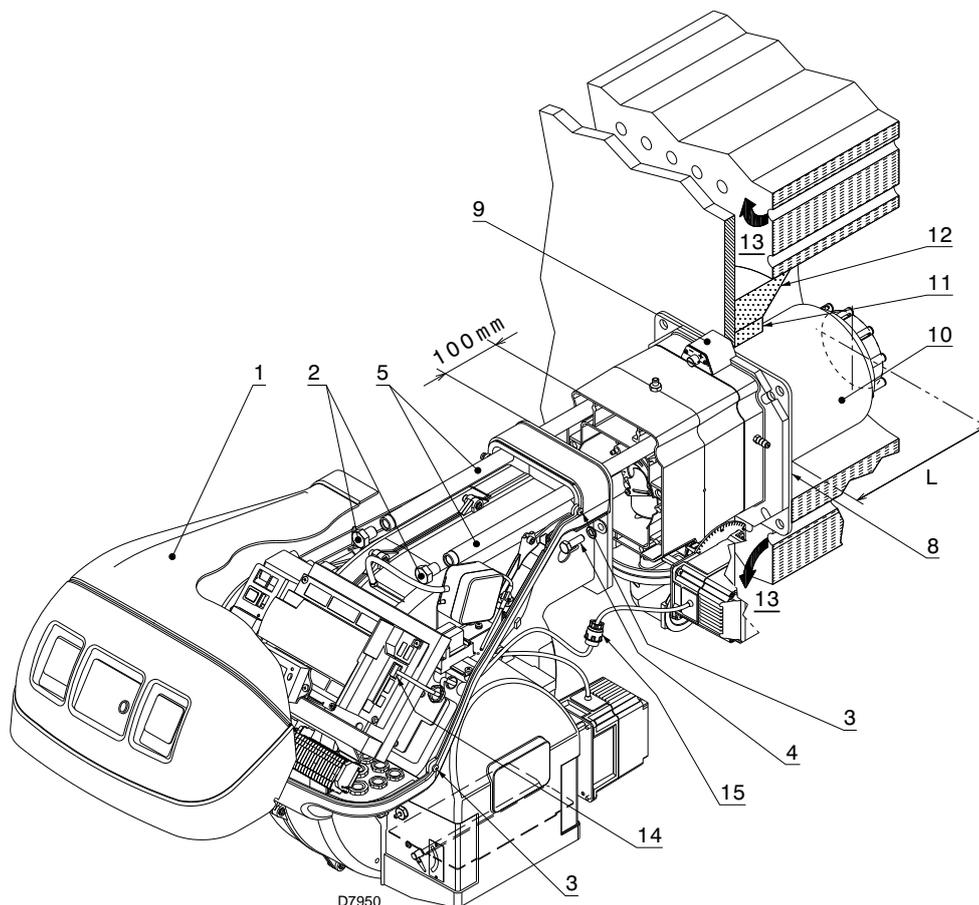

Abb. 17
Stellen Sie bei Kesseln mit vorderem Rauchumlauf 13)(Abb. 17 auf Seite 27) oder mit Flammenumkehrkammer muss eine Schutzschicht aus feuerfestem Material 11) zwischen dem als Hitzeschutz zwischen Kessel 12) und Flammrohr 10) aus.
Bei Heizkesseln mit wassergekühlter Frontseite ist die Verkleidung mit feuerfestem Material 11)-12)(Abb. 17), nicht notwendig, wenn dies nicht ausdrücklich vom Kesselhersteller gefordert wird.
Trennen Sie die Flammkopf vom übrigen Brenner, wie in Abb. 17; und wie folgt fortfahren:
- den Brenner auf den Führungen 3) etwa 100 mm von Muffe 4) - Brenner in der in Abb. 17 gezeigten Position montieren;
- den Stecker des Stellmotors 14)(Abb. 17) anschließen und die Kabeldurchführung 15) anschrauben;